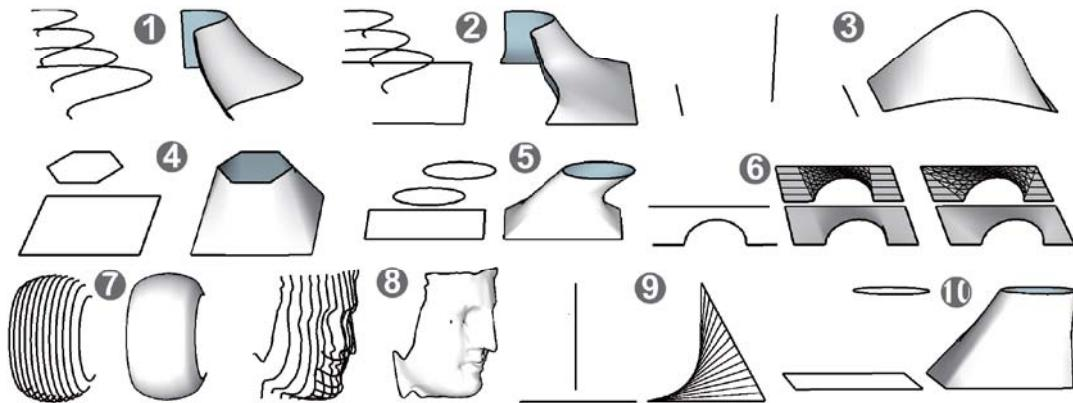

图 1.4.14 多截面融合成形示例
这是用很多不同的截面（也可以是边线）融合成形的技术，需插件配合。在曲面融合的过程中还能自动细分、折叠、平滑、柔化。图 1.4.14 ①②③④⑤⑥所示为曲线与成形融合后
的结果，特别是图 1.4.14 ③，仅用了两条水平线加一条垂线就生成了平滑无瑕的曲面，非常了不起。